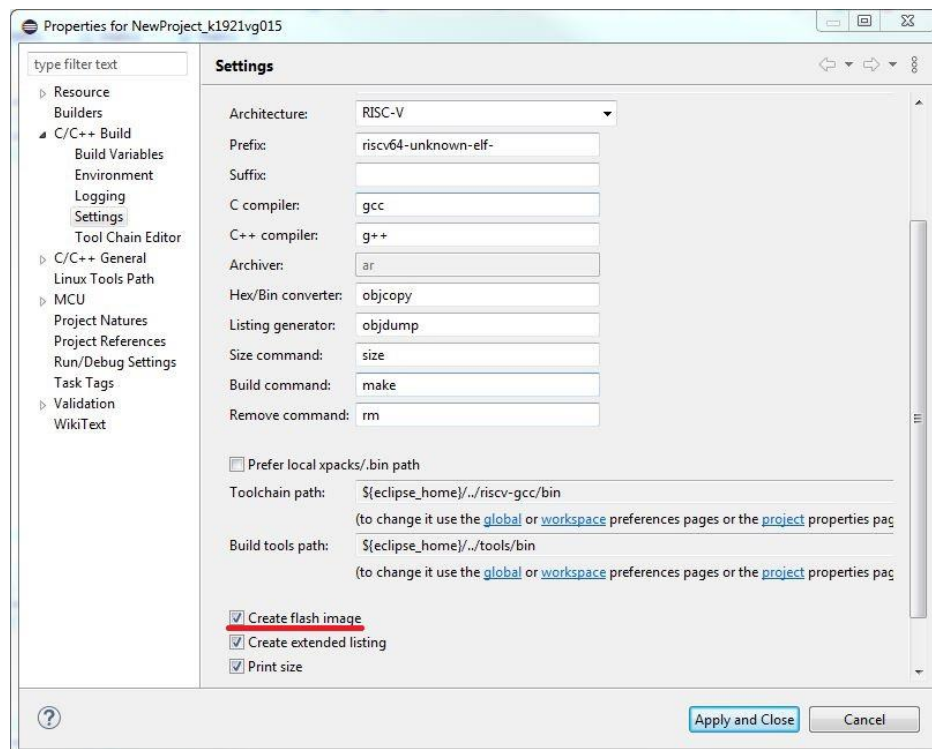
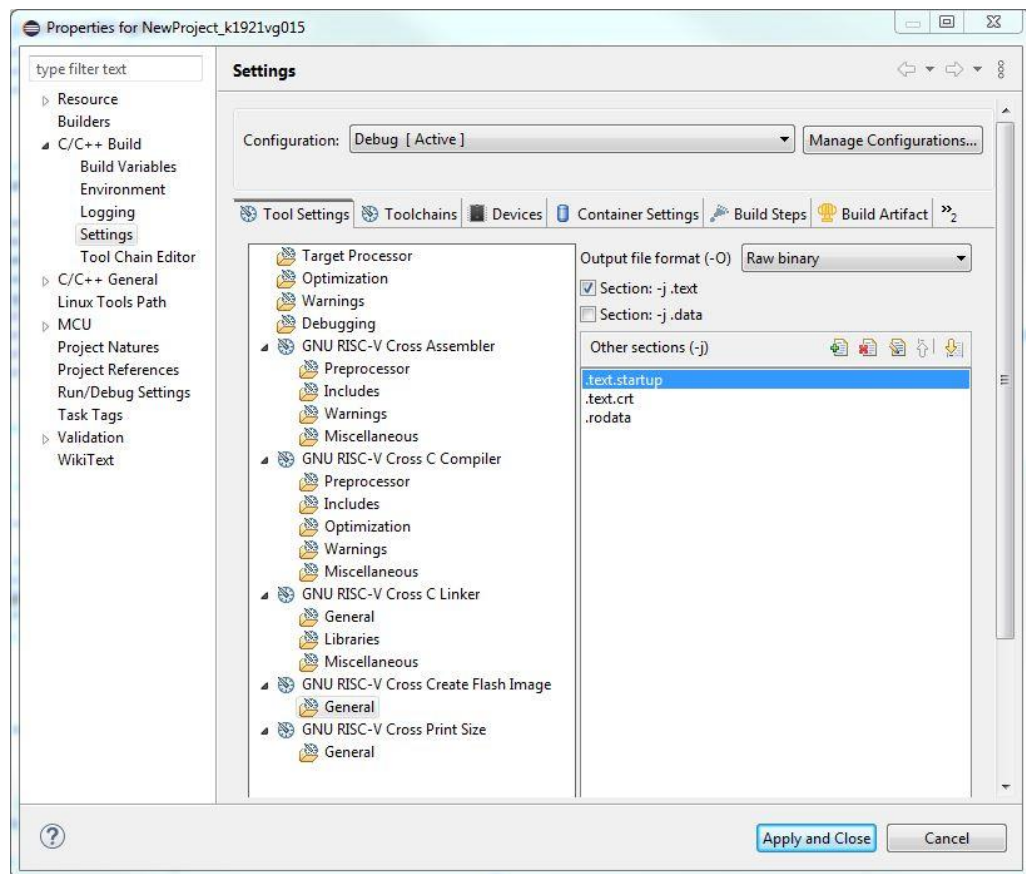

Рисунок 3.28 – Разрешение формирования выходного файла прошивки
Рисунок 3.29 – Настройки формирования выходного файла прошивки
8. При необходимости формирования файла прошивки нужно разрешить его формирование в подразделе Toolchains (см. рисунок 3.28), а затем сконфигурировать настройки выходного файла прошивки (см. рисунок 3.29).